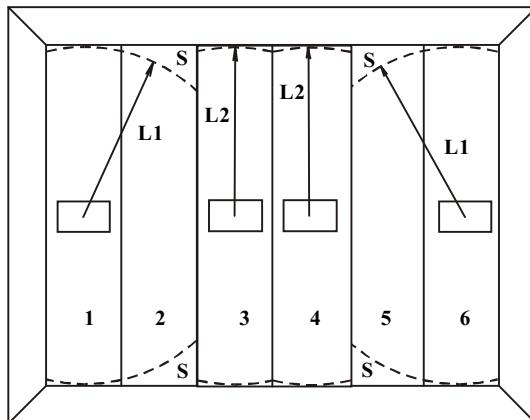

Рис.7 Защита немонолитной конструкции
- непосредственно на охраняемую стеклянную поверхность (рис. 7а). Для этого крепежное устройство удобно разместить в отверстии цементного шва, соединяющего стеклоблоки между собой, по методике установки извещателя на кирпичную или бетонную конструкцию;
- на примыкающую к охраняемой кирпичной , бетонной или стальной конструкции (рис. 7б) по соответствующей методике.